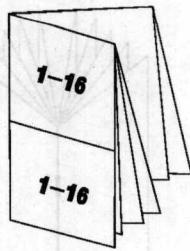

图 1-5 双聯示意图
**双联：**在同一帖上经印刷、折页、装订、裁切之后成两本相同的产品的方式（如图1-5）。